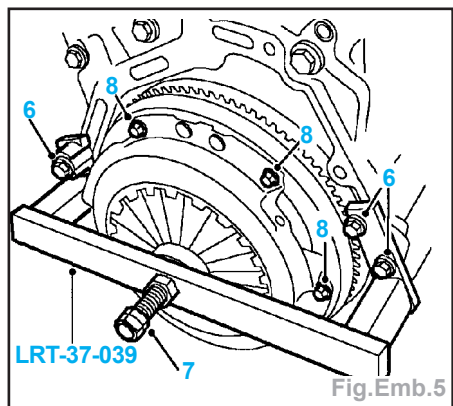

Fig.Emb.5
- Poser l'outil **LRT-37-039** sur l'embrayage et l'attacher avec 3 boulons (6) sur la plaque adaptatrice du moteur (Fig.Emb.5).